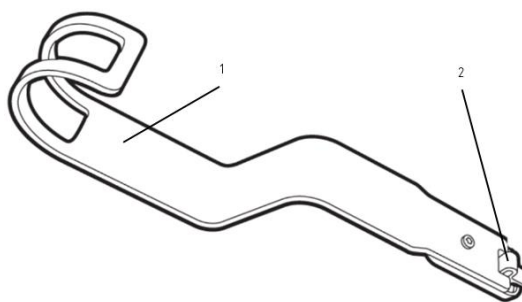

Рисунок 8. Крепление устройства с помощью подвешного кронштейна:
- с помощью подвесного кронштейна рисунок 8.